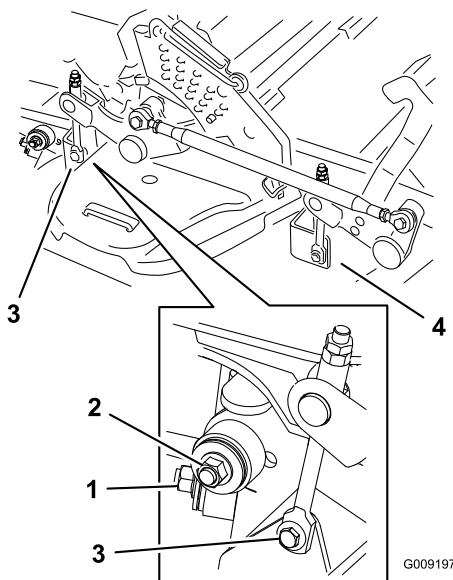

Bild 95
8. Entfernen Sie die Schrauben an beiden Seiten des Mähwerks (bewahren Sie sie auf), wie in Bild 95 dargestellt.